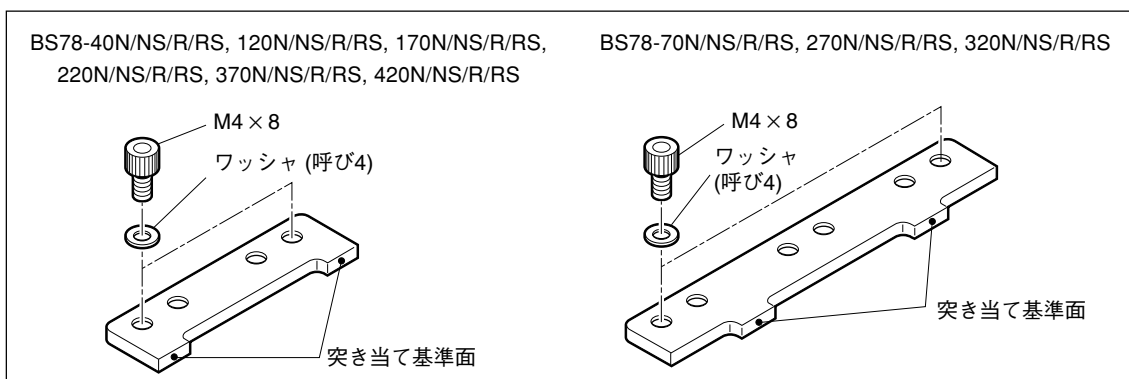

図3-9
- 4 スケールをスケールクランプと取付面の間に挿入し、突き当て基準面 (図3-9参照) に軽く押し当てます (注意)。基準面に押し当てながら図に示すスケールクランプ (2個使いのものは左側のスケールクランプのみ、3個使いのものは中央のスケールクランプのみ) の取付ねじをA→B→A…の順序で交互に少しずつ締め付けていきます。(最終締め付けトルク 1.4 N·m)